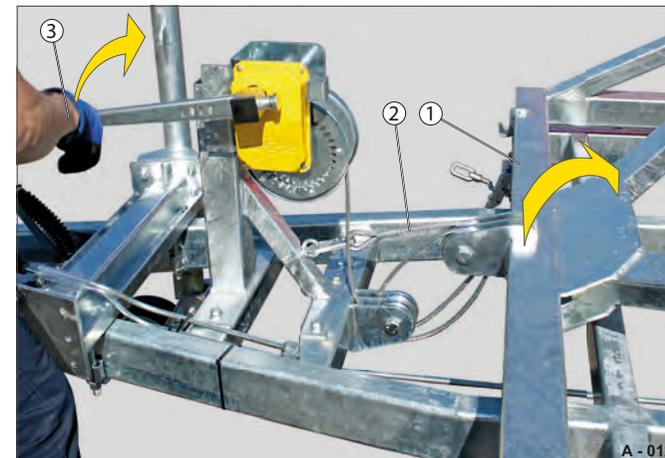

Fig. 7 Treuil en position d'utilisation
- ▶ Tournez la manivelle (Fig. 7 /3) dans le sens des aiguilles d'une montre.
Le câble (Fig. 7 /2) se détend. Les ressorts à gaz poussent lentement le châssis porte-touret (Fig. 7 /1) vers le haut.